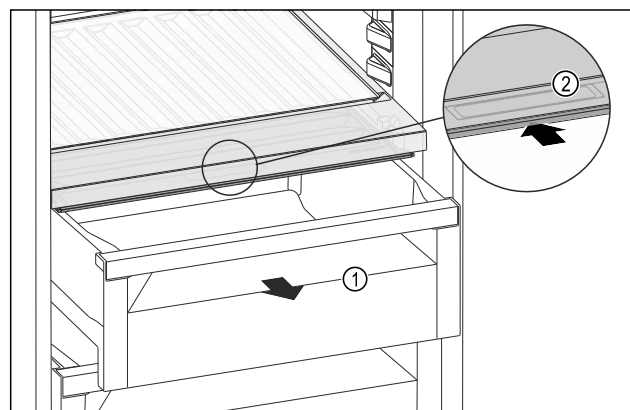

Fig. 164
- ▶ Zásuvku Fig. 164 (1) vytáhněte.
- Uchopte prohlubeň pro rukojeť *Fig. 164 (2)* na víku zásuvky a současně zasuněte víko zásuvky směrem dozadu.